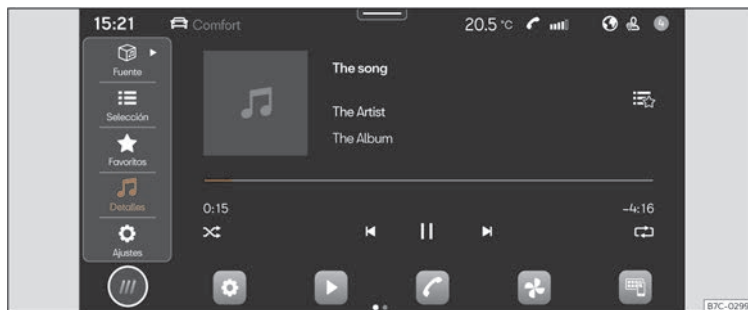

Fig. 130 Representació esquemàtica::Vista Multimedia
- Premeu **HOME > ► >>> fig. 130**.